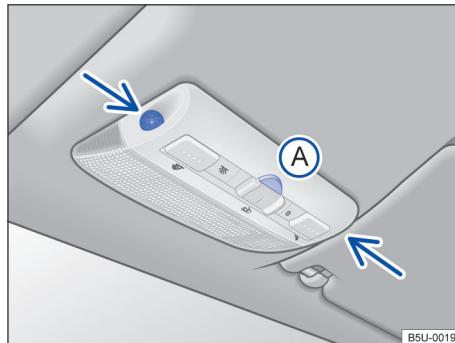

Fig. 50 No console do teto: sensores de monitoramento do interior do veículo e tecla **(A)** para desligar o monitoramento do interior do veículo.
O monitoramento do interior do veículo dispara o alarme com o veículo travado, se reconhecer movimentos no interior do veículo. O sensor e o receptor estão localizados no conjunto da lanterna de leitura → Fig. 50 (setas).
- Pressionar a tecla → Fig. 50 **(A)**. No painel de instrumentos a luz de controle → Fig. 45 se acende.